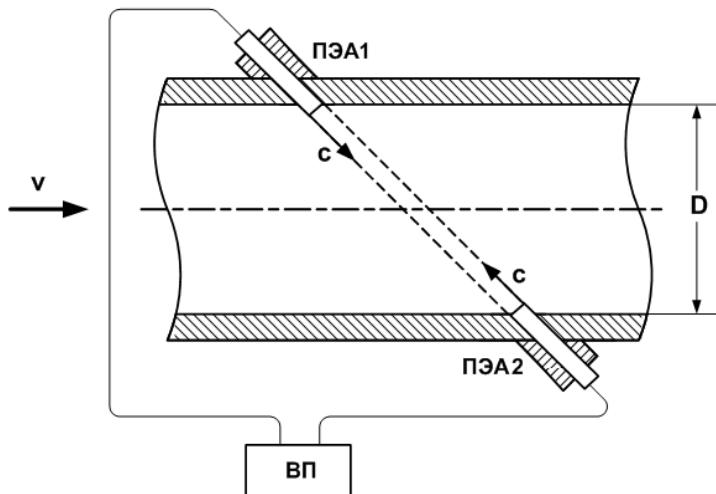

Рис.1. Схема измерительного участка расходомера.
- 1.5.1.2. Электрические зондирующие импульсы, генерируемые вторичным преобразователем (ВП), попаременно подаются на преобразователи ПЭА1 и ПЭА2 (рис.1).